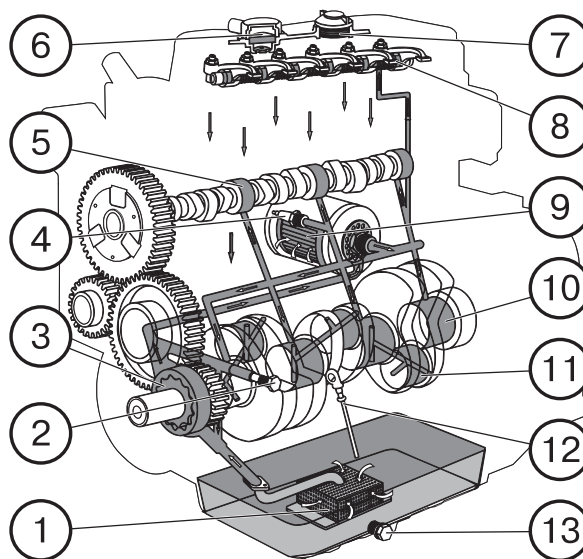

Рис. 13. Система смазки
**Система смазки** (рис. 13) дизеля комбинированная.